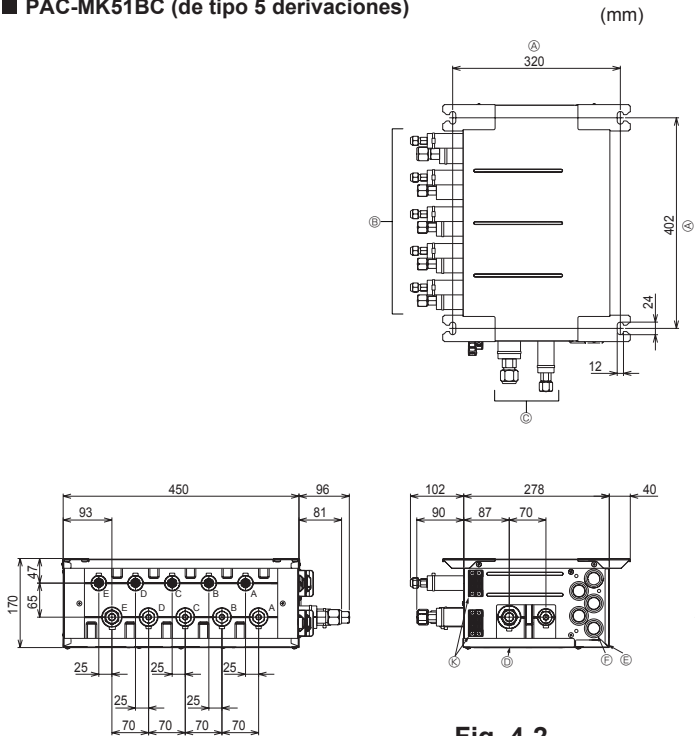

Fig. 4-2
- ② A la unidad interior
- ③ A la unidad exterior
- ④ Panel de servicio (para LEV, TERMISTOR)
- ⑤ Cubierta eléctrica
- ⑥ Cojinete de caucho
- ⑦ Bloque de terminales (a la unidad interior en la placa de control)
- ⑧ Bloque de terminales (a la unidad exterior)
- ⑨ Bloque de terminales (para el cable de comunicación)
- ⑩ Abrazadera
■ PAC-MK51BC (Fig.4-2)